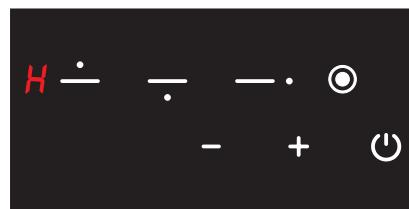

Рис. 23
4. Після цих операцій пристрій переходить у режим очікування. Однак, якщо конфорка є гарячою, значок **H** відображається навіть у разі, якщо пристрій знаходиться в режимі очікування (Див. рис. 23).